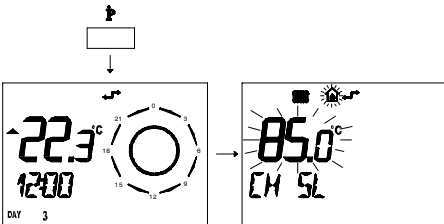

fig. 5.31
- 2 Premere per più di 3 secondi il pulsante  per entrare in modalità **INFO**. (fig. 5.31)